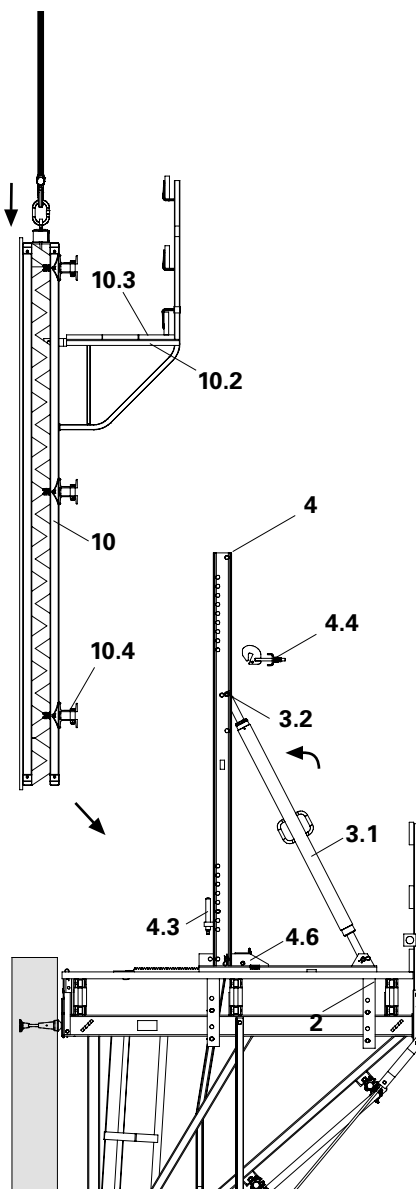
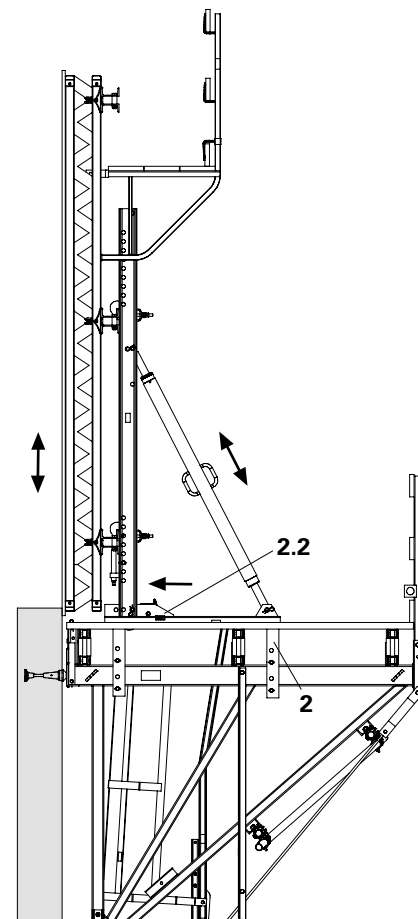

Fig. B2.11
Fig. B2.12
5. Apoyar el encofrado (10) con las correas inferiores (10.4) sobre la unidad de ajuste. Las eslingas continúan tensas.
6. Colocar el conector de perfil vertical (4.4) en las correas. (Fig. B2.11) Descolgar el aparejo de eslingas.
7. Acercar el carro (2) con el encofrado al muro. Asegurar el carro con la cuña dentada (2.2).
8. Posicionar el encofrado. (Fig. B2.12)